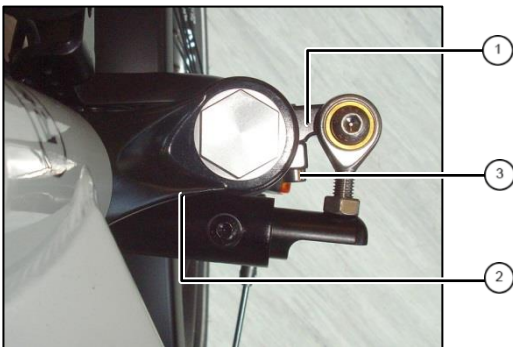

Abb. 3: Lenkhebel an Federgabel
1. Gegebenenfalls neuen Lenkhebel ① mit Schrauben M5x20 ② und M5x25 ③ an rechtem Standrohr montieren. Schrauben noch nicht ganz festziehen.
2. Lenkhebel ganz nach oben schieben und gemäß Abb. 3 ausrichten. Zuerst Schrauben ③ festziehen, dann Schrauben ② (in Abb. 3 nicht sichtbar). **Anzugsmoment: 5Nm.**